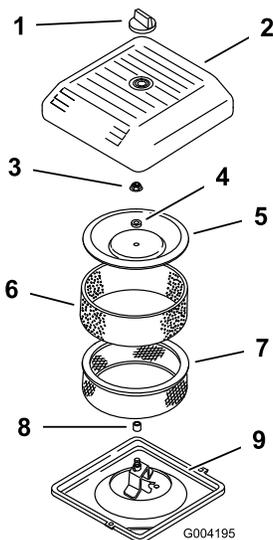

Figura 14
2. Svitare la manopola e togliete il coperchio del filtro dell'aria (Figura 14).
3. Fate scorrere attentamente il prefiltro in schiuma sintetica fuori dall'elemento di carta (Figura 14).
4. Svitare il dado del coperchio e togliete il coperchio, il distanziale e il filtro di carta (Figura 14).
2. Montate il gruppo filtro dell'aria sulla relativa base (Figura 14).
3. Montate il coperchio, il distanziale e fissatelo con il dado del coperchio (Figura 14). Serrare il dado ad una coppia di 11 Nm.
4. Montate il coperchio del filtro dell'aria e fissatelo con la manopola (Figura 14).